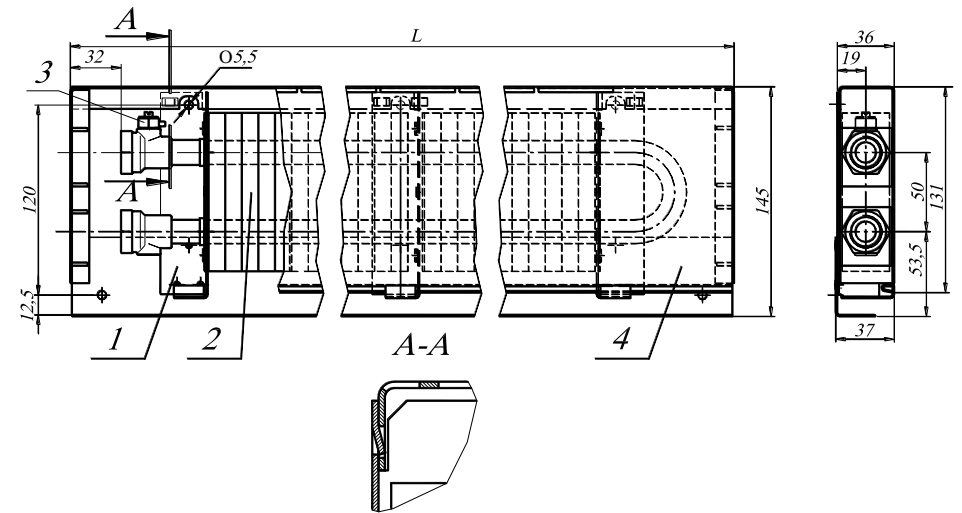

Рис.1 Конвектор ПЛК 04.14.060...300 концевой
- 4.1. Конвекторы имеют (см. рис.1):
4.3. Размеры и технические характеристики изделий представлены на Рис.1, 2 и в таблице 1.